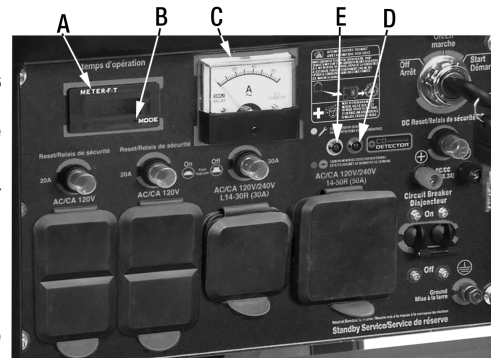

Figure 12
Ce panneau de contrôle comprend un afficheur numérique (A) Fig.12, il y a quatre modes d'affichage. Pour changer le mode de l'afficheur, appuyez sur le petit bouton (B).
Ce panneau de contrôle comprend un ampèremètre (C) Fig.12. L'ampèremètre indique la charge en ampères de la génératrice.
Le système de sécurité CO DETECTOR est conçu pour détecter les niveaux nocifs de CO dans la zone de travail de la génératrice et arrête automatiquement la génératrice. Le voyant CO DETECTOR (D) Fig.12 s'allumera lors d'un arrêt. La génératrice peut être redémarrée, mais peut s'arrêter à nouveau si des niveaux nocifs de CO sont toujours présents. Déplacez la génératrice vers un nouvel emplacement et redémarrez. Cette génératrice comprend également un voyant de service (E) Fig. 12. Ce voyant s'allume lorsque le CO DETECTOR est en panne, lorsque la batterie est basse tension ou lorsque la température du moteur est trop élevée. Arrêtez la génératrice, faites inspecter le CO DETECTOR, vérifiez la tension de la batterie ou laissez le moteur refroidir. Redémarrez la génératrice et attendez 5 minutes pour voir si le voyant de service se rallume. N'utilisez pas la génératrice tant que la cause du voyant de service n'a pas été trouvée et résolue.